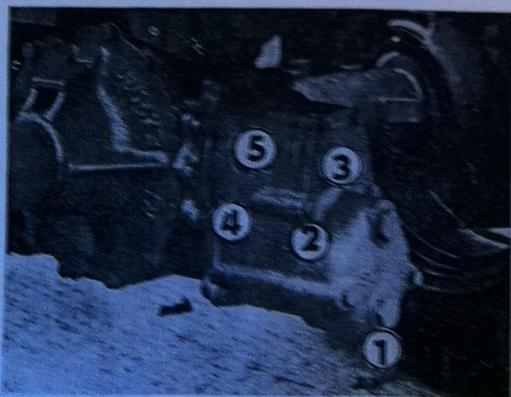

Fig. 164
1. Evacuer l'huile par dévissage de la vis de vidange M 20X1,5 (fig. 164/1) du revêtement du couvercle.
2. Dévisser les six vis M 8 (fig. 164/2) du revêtement du couvercle et déposer celui-ci (fig. 164/3).
4. Dévisser les huit vis M 8 (fig. 164/4) hors du couvercle avant et déposer le couvercle (fig. 164/5).